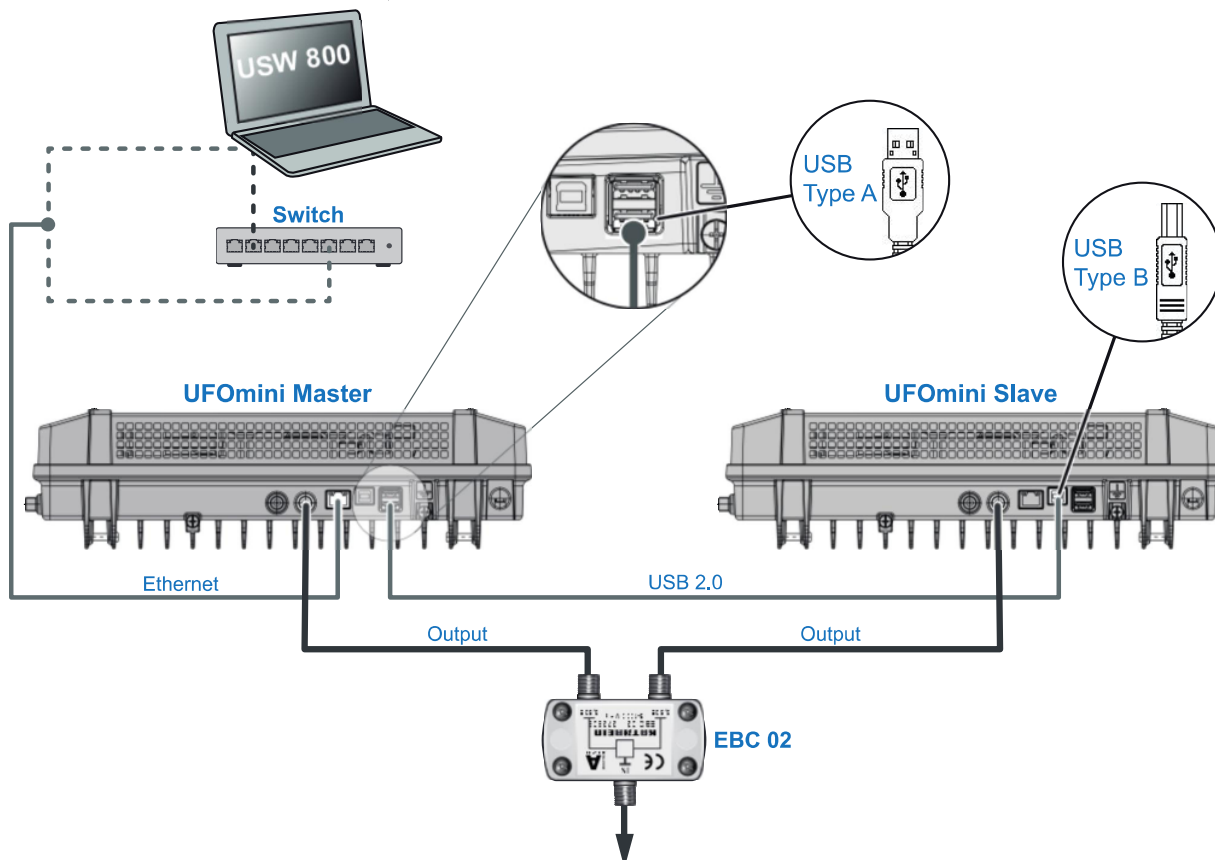

Abb. 4: Verkabelung
2. Schließen Sie den Computer mit einem Ethernet-Kabel¹⁾ an die RJ45-Buchse an, bei Bedarf über einen Switch oder Router; siehe Abb. 4, S. 5. Die Kopfstelle arbeitet nun als *Master*.
3. Falls eine zweite Kopfstelle vorhanden ist: Schließen Sie die zweite Kopfstelle mit einem USB 2.0-Kabel an die erste Kopfstelle an (Abb. 4). Dabei gilt: